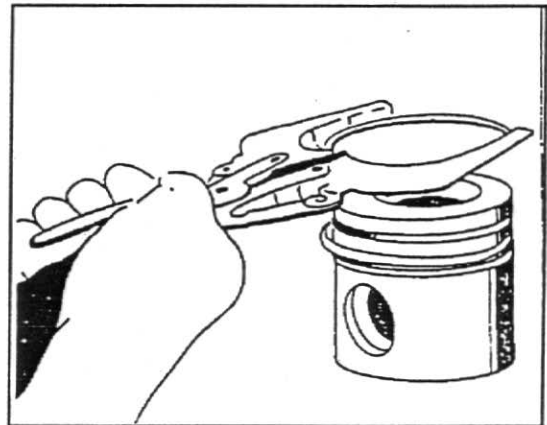

Fig. 1
1. Remova os anéis de segmento, fig. 1.